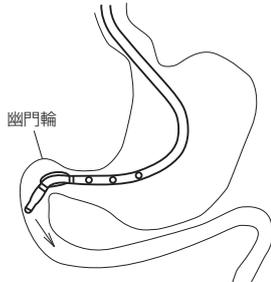

図10
12. 本品の先端部が幽門輪を通過したら、ブルーキャップを緩め、ガイドワイヤーを少しずつ抜き、十二指腸下行脚から上行脚へチューブを押し進める (図10)。